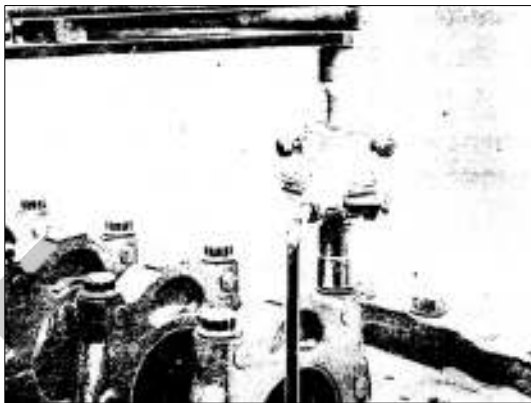

РИС. 15
- 3) Закрутите и затяните болты крышек коренных подшипников с начальным крутящим моментом в.5+1 кг·м и наконец, вращайте под  $90^{\circ}+20^{\circ}$ , используя инструмент угловой индексации (рис.15).